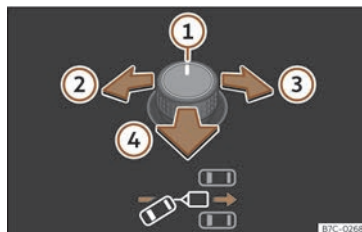
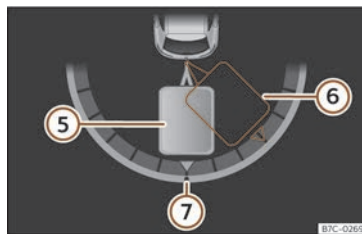

Fig. 141 Comandament giratori dels retrovisors exteriors: ajustar l'angle del remolc.
Fig. 142 Pantalla del quadre d'instruments: fer marxa enrere.
Llegenda de la >>> **fig. 141**, >>> **fig. 142**:
- Basculeu el comandament giratori fins arribar a la direcció desitjada >>> **fig. 141**. A la pantalla del quadre d'instruments apareix a manera d'orientació una representació del conjunt vehicle tractor i remolc en la posició actual >>> **fig. 142**.